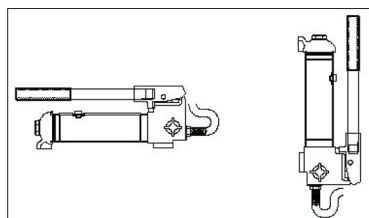

Fig. 02
- Die Pumpe kann in horizontaler oder vertikaler Position mit dem Kopf nach unten betrieben werden, wie in der Abbildung gezeigt.(Fig. 02)